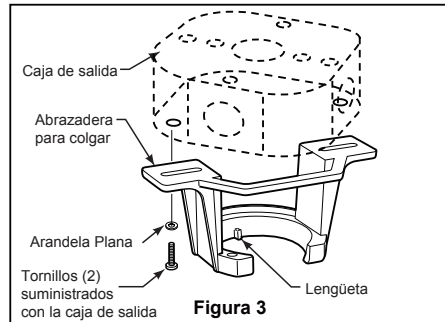

Figura 3
1. Fije bien la abrazadera para colgar a la caja de salida (no se incluye) con los tornillos y las arandelas provistas con la caja de salida. (Figura 3)